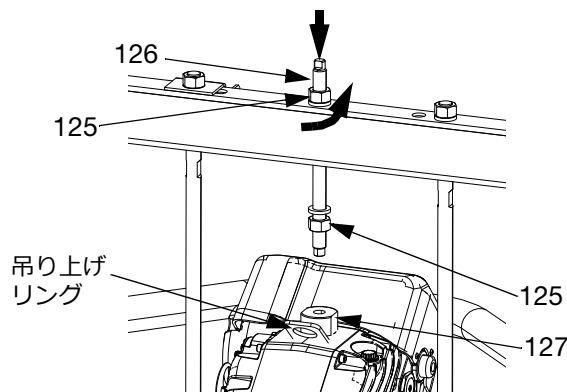

図 50: 55 ガロンのプラテン
5. ドライバー (AB) の取り外し:
- a. D200 3 インチおよび D200s 6.5 インチのラム供給ユニット: ドライバー吊り上げリングへ頑丈なホイストを取り付けます。クロスバーの下のナット (125) を緩めます。レンチを使用して吊り上げリングアダプタ (127) を所定の場所に保持し、別のレンチでクロスバーの上のネジ山付きロッド (126) を緩めます。図 50を参照ください。